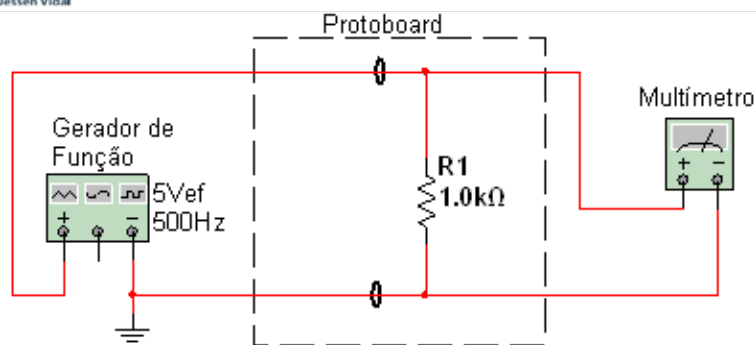

Figura 1 - Medida da tensão em um circuito AC
- 5) Monte o circuito da Figura 1;